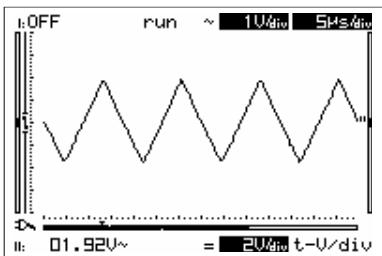

Fig 44
**Autorange on (Fig. 44) :**
**Autobereik aan (Fig. 44) :**
**Autorange actif (Fig. 44) :**
**Auto. Bereichseinstellung „ein“ (Fig. 44) :**